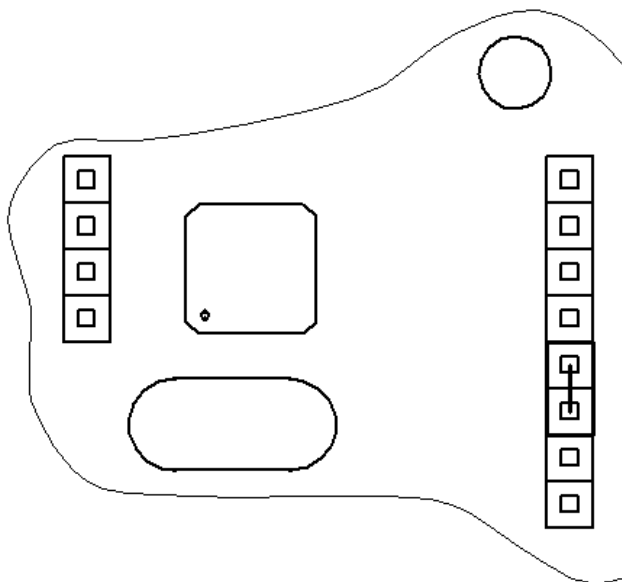

Рис. 10. Установка джампера для аппаратного сброса энергонезависимой памяти
4. Надеть на штыревой разъем для подключения модуля VM-2W в правом верхнем углу платы джампер, как показано на рис. 10: